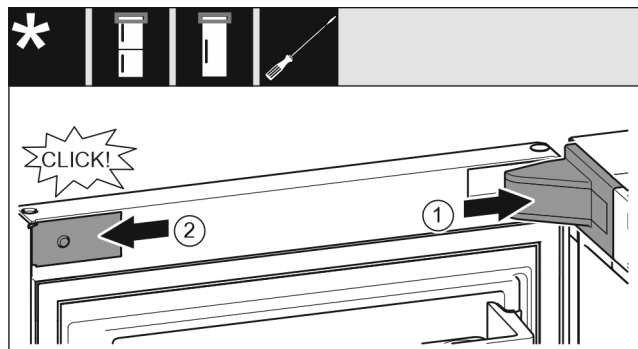

Fig. 21
- ▶ Coloque y encaje la cubierta del soporte de cojinete; dado el caso, separe con cuidado. Fig. 21 (1)
- ▶ Coloque y encaje lateralmente el panel. Fig. 21 (2)